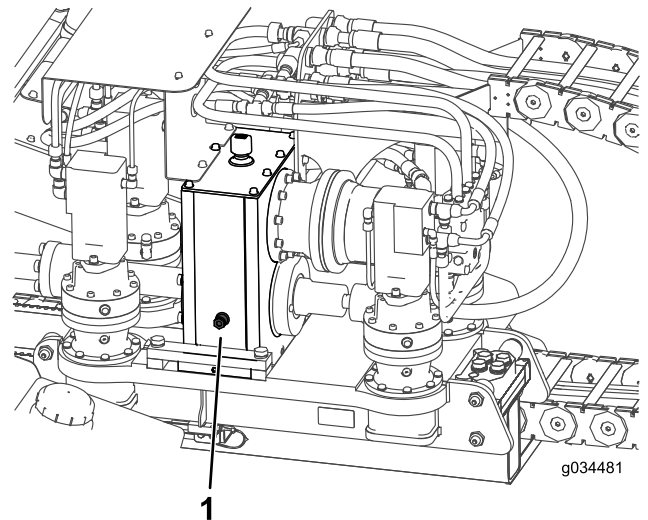

Figure 106
- Contrôlez le niveau d'huile par le regard sur chaque train planétaire de moteur de poussée (Figure 106).
- Retirez le reniflard et ajoutez de l'huile dans le train planétaire jusqu'à ce que le niveau d'huile arrive au moins à mi-hauteur du regard (Figure 106).
- Contrôlez le niveau d'huile par le regard sur l'entraînement à réducteur (Figure 106).
- Retirez le reniflard et ajoutez de l'huile dans l'entraînement jusqu'à ce que le niveau d'huile arrive au moins à mi-hauteur du regard (Figure 106).
8. Remplissez le réducteur d'huile jusqu'à ce que le niveau dépasse la moitié du regard (Figure 106).